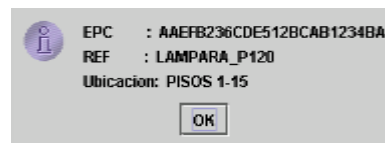

Figura 9. Consulta Ubicación.
- Con la vista disponible de **Lombos J2EE**. En **Window > Customize Perspective**. Se selecciona **File > New sub node**. Y se activa todos los nodos que empiecen con Lombos. Figura 9
Figura 9 activacion de nodos con Lombos
- En el momento en que algún elemento abandone la bodega y se desea conocer el sitio al cual debe ser trasladado, y se encuentre configurado el submenú comunicaciones, al activar el botón “Ubicación” este entrega un mensaje desplegado en una ventana indicando la ubicación exacta del artículo en la obra. y la descripción del mismo. Ver figura 9.